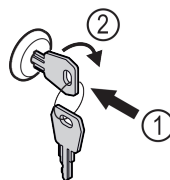

Fig. 94
- ▶ Вдавити ключ Fig. 94 (1).
- ▶ Повернути ключ на 90° за годинниковою стрілкою Fig. 94 (2).